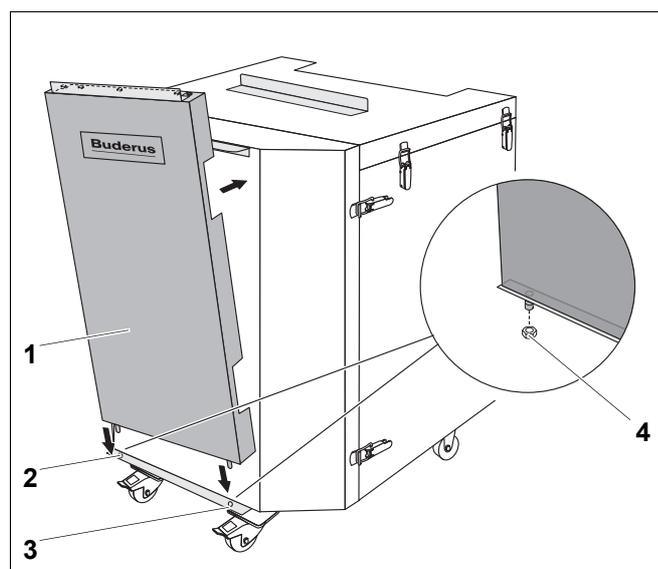

Рис. 14 Установка переднего декоративного элемента
- Установите передний декоративный элемент (рис. 14, [1]) нижними штифтами в отверстия (рис. 14, [2] и [3]).
- Закрепите передний элемент снизу двумя гайками (рис. 14, [4]).